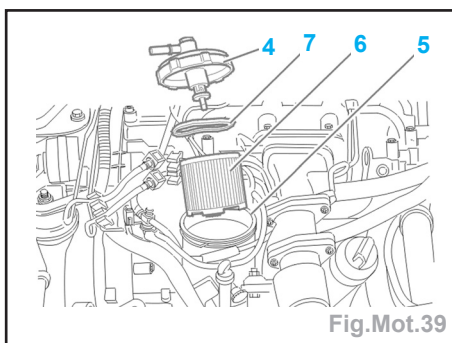

Fig.Mot.39
- Appliquer une pression sur le couvercle (4) et desserrer simultanément d'un quart de tour.
- Déposer (Fig.Mot.39) :
- le couvercle (4),